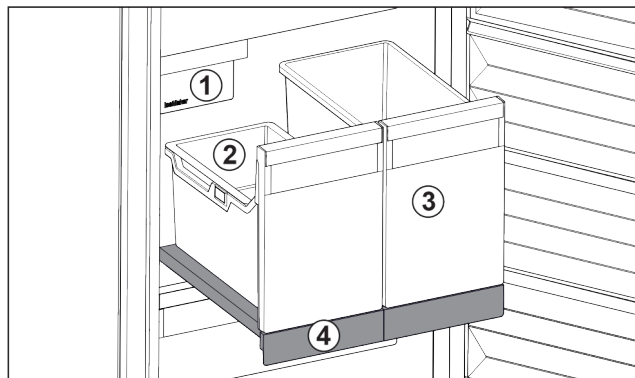

Fig. 24 Balda extraíble con IceTower
- (1) IceMaker
- (2) Recipiente para cubitos de hielo
- (3) Recipiente para pizzas o bebidas alcohólicas
- (4) Balda extraíble
Hay dos recipientes altos (IceTower) en la balda extraíble. Fig. 24 (2) Los cubitos de hielo del IceMaker se recogen y almacenan en el contenedor. El Fig. 24 (3) es adecuado para almacenar alimentos altos, como pizzas o bebidas alcohólicas.